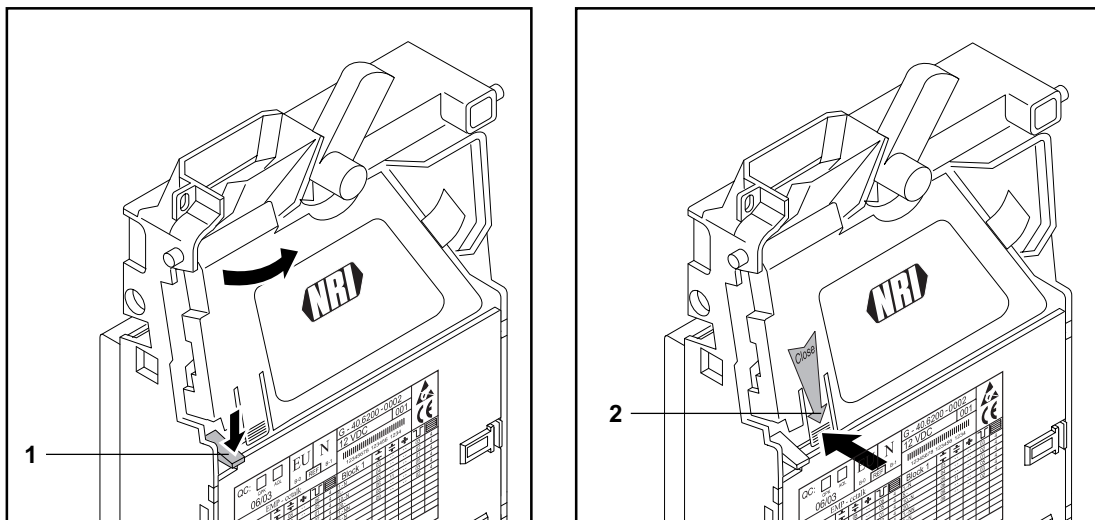

Abb. 5: Laufbahnträger des Münzprüfers aufklappen u. schließen
- 2 Hebel 1 nach unten drücken und Münzprüfer öffnen (Abb. 5).
- 4 Auf „Close-Pfeil“ 2 drücken, so dass die Metallfeder wieder hinter Hebel 1 einrastet, um Münzprüfer wieder zu schließen (Abb. 5).